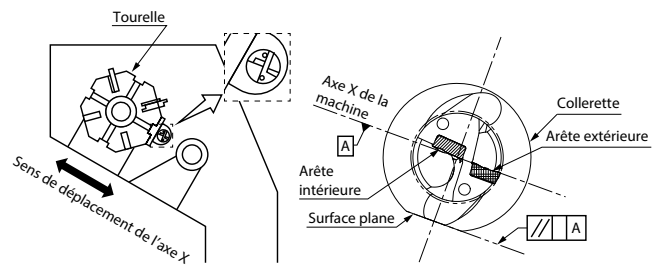
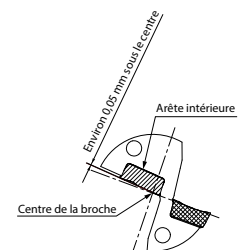

Fig 1 Installation sur le tour
Fig. 5 Vue avant du foret
- Aligner la graduation de la collerette de la bague avec le centre de la marque de référence du foret. (Fig. 1)
2. Il est recommandé de positionner la plaquette extérieure comme indiqué à la fig. 1, c.-à-d. dirigée vers l'opérateur. (Fig. 1)
- Lorsqu'elle est installée selon la figure 1, la plaquette intérieure se trouve à environ 0,05 mm sous le centre de la broche. (Fig. 5)